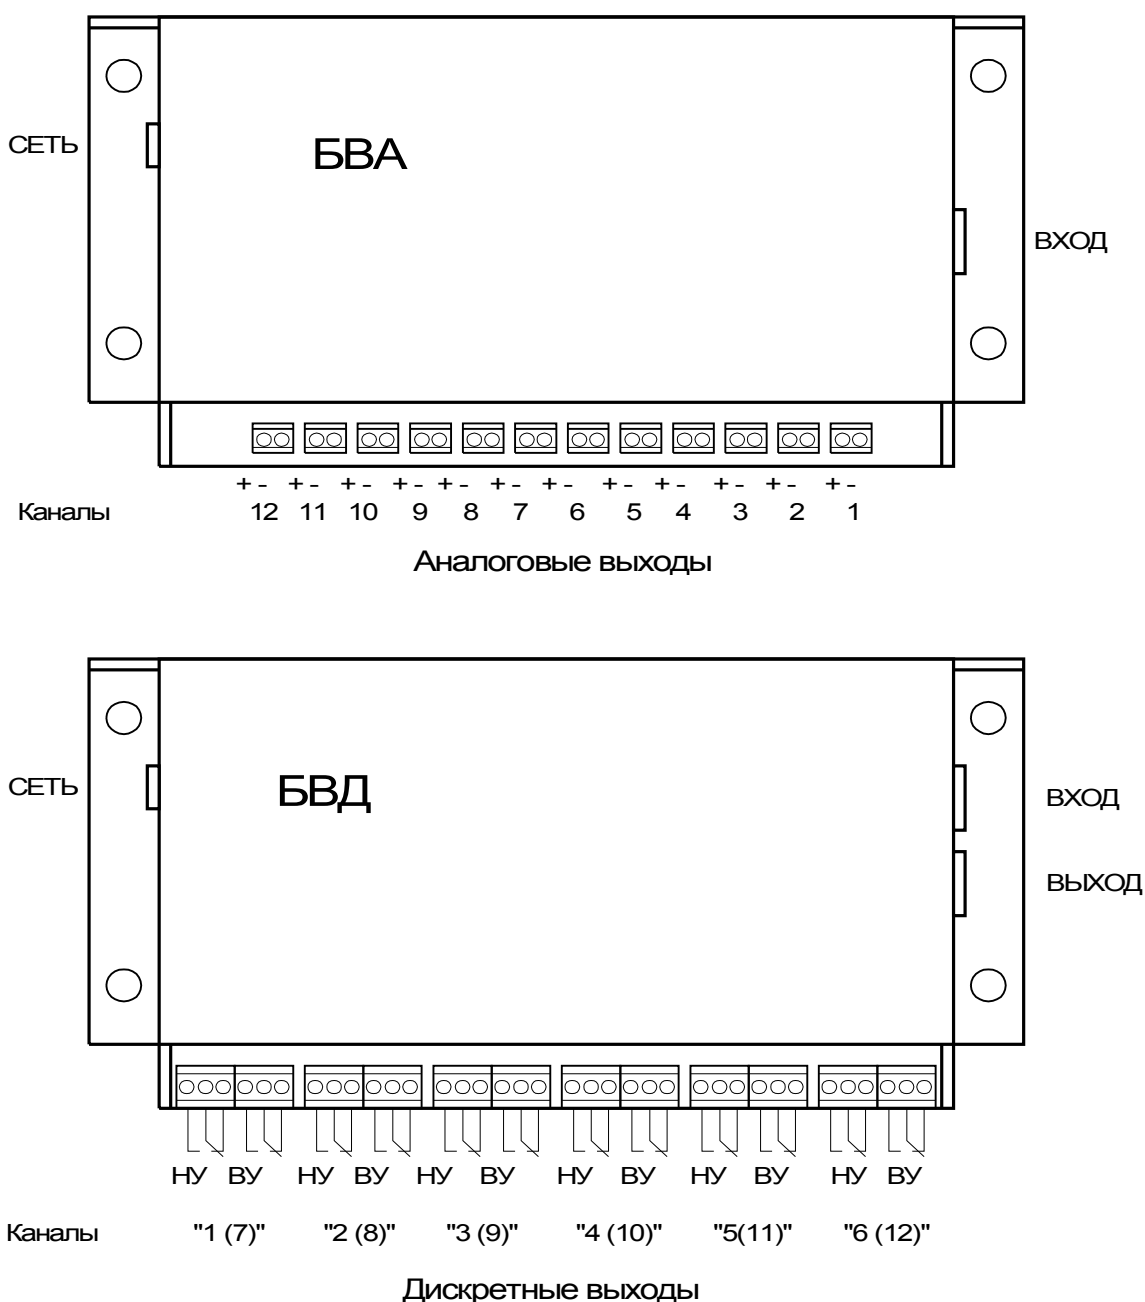

Рис. 6. Расположение выходных клеммных контактов для подключения внешних устройств
6.4. Выходные сигналы подключаются к блокам БВА и БВД в соответствии с рис. 6.